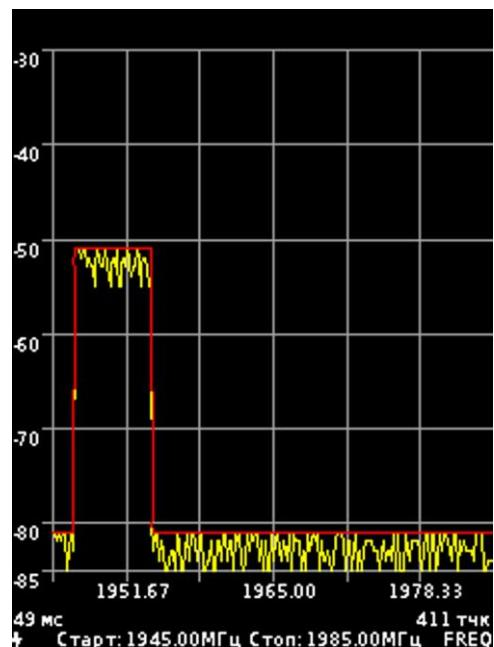

Рисунок 8.5.2 – Измерения в дополнительном режиме «Трасса Максимум»
8.5.2.1. В дополнительном режиме «Трасса» при выборе типа измерений «Максимум», происходит отображение максимальных значений сигнала на экране и построение трассы красного цвета по точкам максимальных значений (Рисунок 8.5.2).